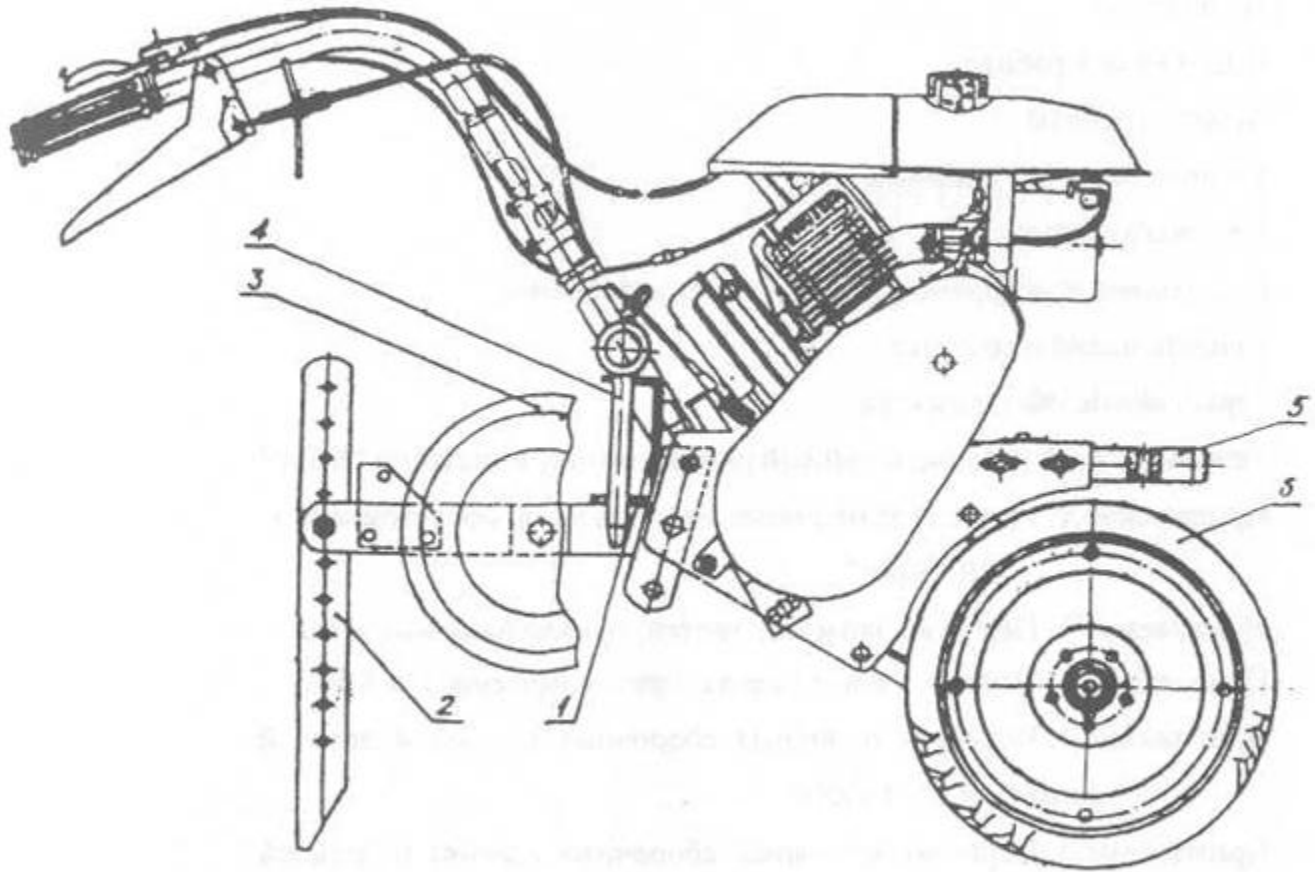

Рис. 14. Мотокультиватор Крот с установленными принадлежностями для подсоединения навесных орудий
- ослабить 4 болта крепления рам к редуктору и установить кронштейн и подвеску между рамами, как показано на рис. 14.
Присоединение насосной установки производится на кронштейн 5 (рис. 14), привод осуществляется через дополнительный клиновой ремень.